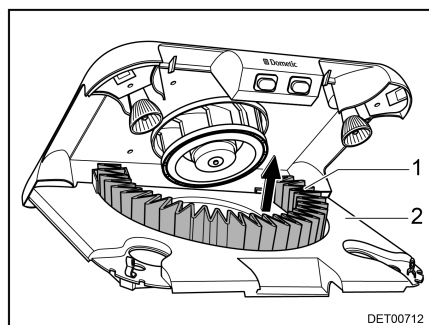

Fig. 102 Remplacer le filtre à charbon actif
- Retirer le filtre à charbon actif (Fig. 102,1) de son support par le haut.
- Pivoter le support à filtre (Fig. 102,2) vers le haut jusqu'à ce qu'il s'encastre.